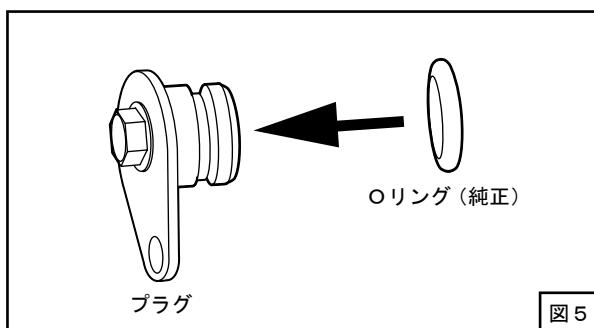

図5
(1) プラグにOリング（純正）を取付けてください。 (図5)